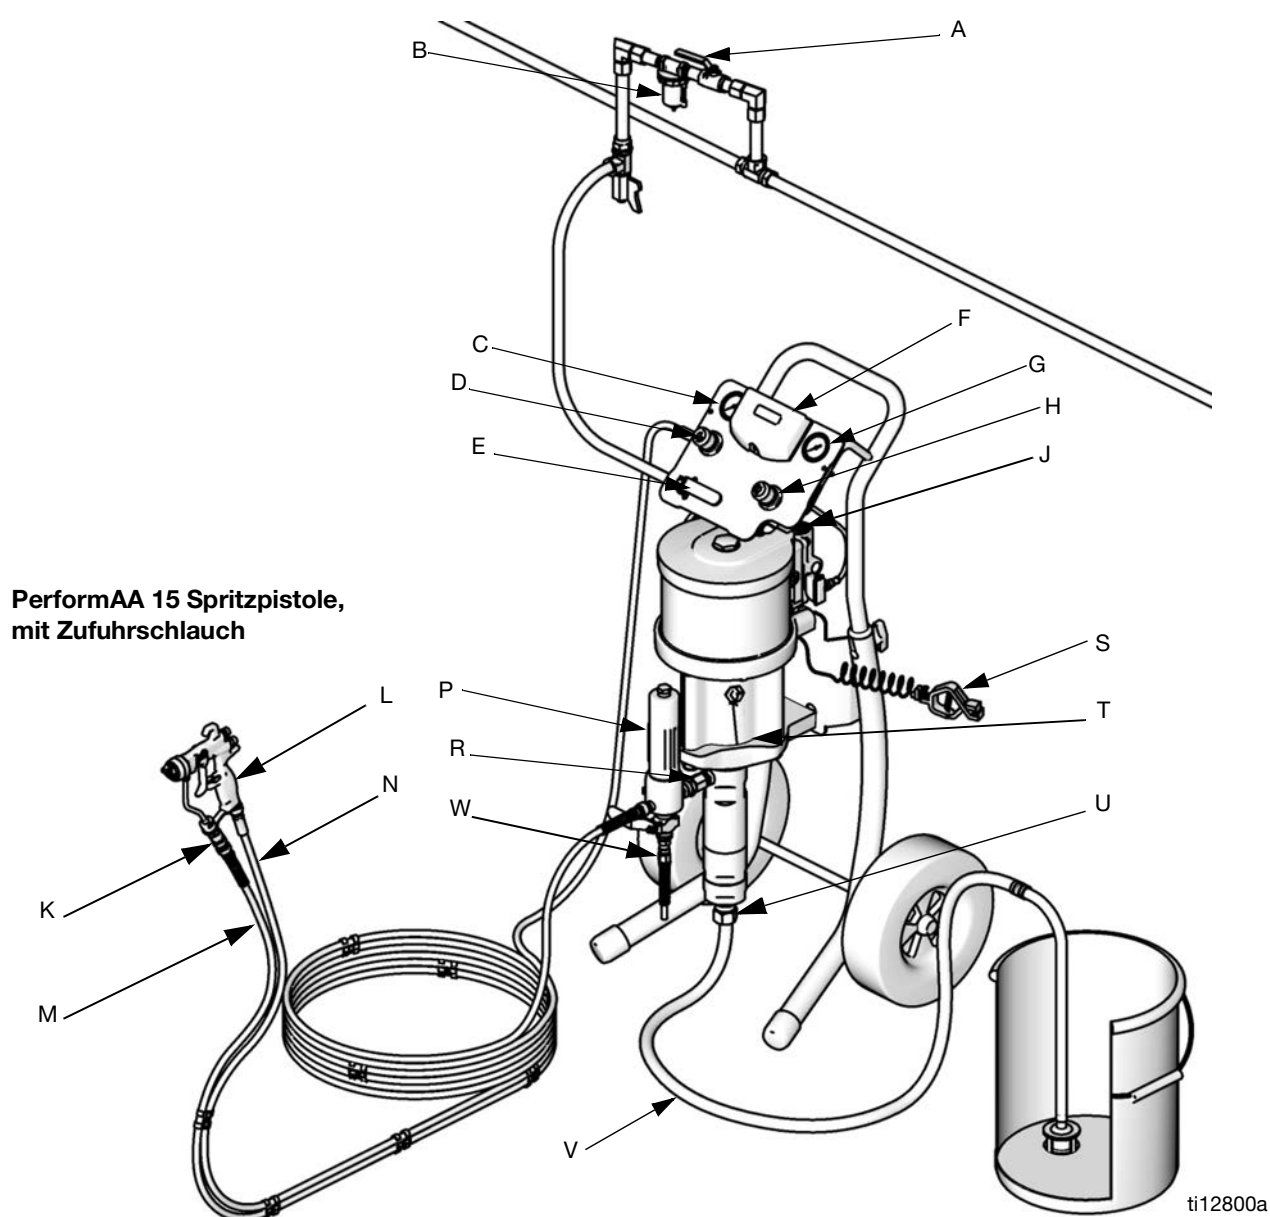

ABB. 1. Typische Installation (Ihr Komplettgerät umfasst eventuell nicht alle gezeigten Artikel)
ABB. 1 stellt nur eine Hilfe für die Auswahl und den Einbau von Systemkomponenten und Zubehörteilen dar. Ihr Graco-Händler hilft Ihnen gerne bei der Zusammenstellung eines auf Ihre spezifischen Anforderungen abgestimmten Systems.
Siehe ABB. 1. **Unterschiedliche Komponenten je nach Geräteserie.** Siehe Tabellen auf Seite 7 bis 16. Pumpensatz kann enthalten:
Die folgenden Zubehörteile an den in ABB. 1 gezeigten Stellen installieren und bei Bedarf Adapter verwenden.
1. Siehe ABB. 1. Das Ende des blauen Materialschlauchs (M) mit dem Pumpenauslass (R) oder dem Filterauslass (P) verbinden.
2. Befestigen Sie ein Schlauchende des Luftschlauchs (N) am Pistolenluftregler (D).
3. Das verbliebene Ende des roten Luftschlauchs (N) am Lufteinlass an der Unterseite der Pistole (L) anschließen.
4. Pistolen-Drehgelenk (K) am Materialeinlass der Pistole anschließen.
5. Das andere Ende des blauen Materialschlauchs (M) mit dem Pistolen-Drehgelenk (K) verbinden.
2. Siehe ABB. 1. Das Hauptluftventil mit Entlastungsbohrung (D) schließen.
1. Siehe ABB. 1. Den Abzug der Pistole verriegeln. Düsenchutz und Spritzdüse von der Pistole (L) abnehmen. Siehe Spritzpistolen-Handbuch.
2. Schließen Sie gegen den Uhrzeigersinn die Reglerknöpfe vom Pistolenluftregler (D) und Pumpenluftregler (H), bis kein Druck mehr vorhanden ist. Schließen Sie das Hauptluftventil (E). Sicherstellen, dass alle Ablassventile geschlossen sind.
3. Die Druckluftleitung am Hauptlufthahn mit Entlastungsbohrung (D) anschließen.
6. Ein Metallteil der Spritzpistole (L) fest gegen den geerdeten Metalleimer drücken und den Abzug geöffnet halten.
8. Das Hauptluftventil (E) öffnen. Den Pumpenluftregler (H) langsam im Uhrzeigersinn öffnen, um den Druck zu steigern bis die Pumpe anläuft.